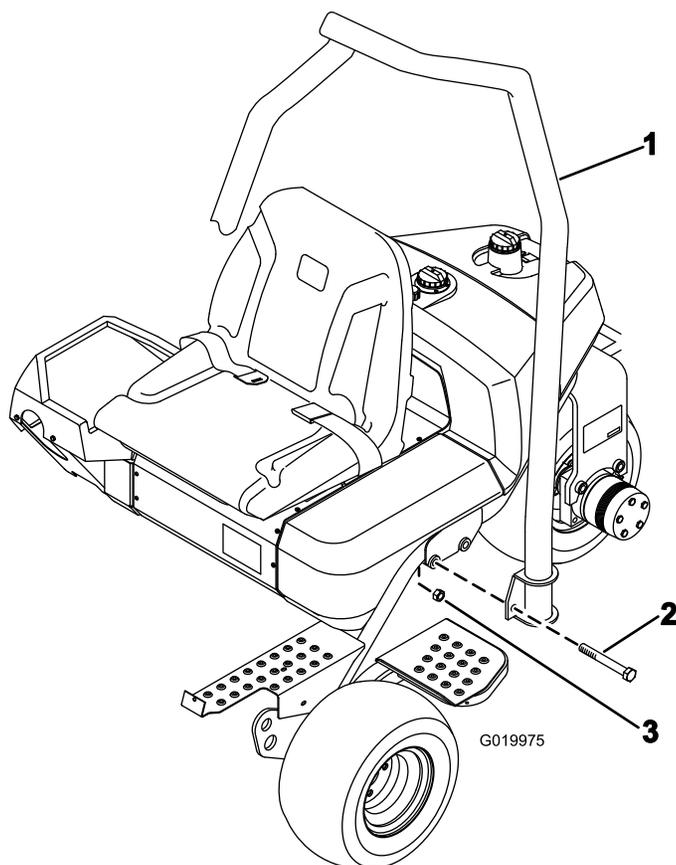

Figura 7
1. Coloque a barra de segurança de forma a que a parte superior do tubo fique curvada em direção à parte da frente da máquina (Figura 7).
2. Baixe a barra de segurança para a estrutura, alinhando-a com os furos de montagem (Figura 7).
3. Prenda cada lado da barra de segurança na estrutura com 2 parafusos (5/8 pol. x 4½ pol.) e porcas de bloqueio como se mostra na Figura 7.